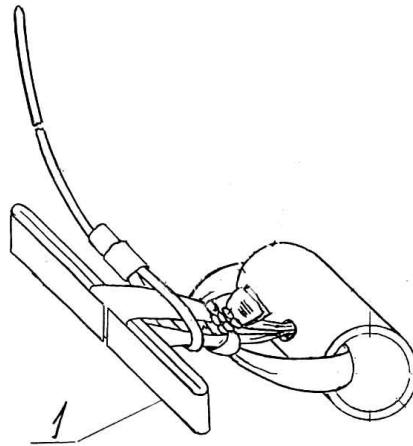

Рис. 9. Звено раскрытия (основной релиз):
2.5.11. З в е н о р а с к р ы т и я (основной релиз), предназначенное для раскрытия КЗУ СП и отсоединения стабилизирующего парашюта, состоит из пластиковой втулки с фиксатором для крепления к ранцу и троса в пластиковой оплетке (рис. 9). Длина троса – 810мм.